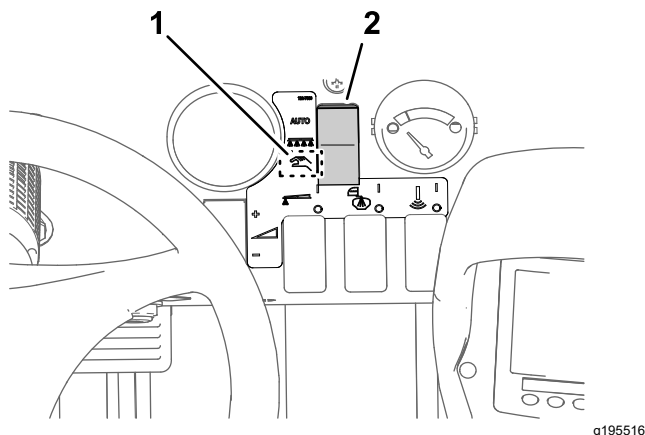

図 43
2. 散布モードボタンで「手動」散布モードにセットする 図 43。